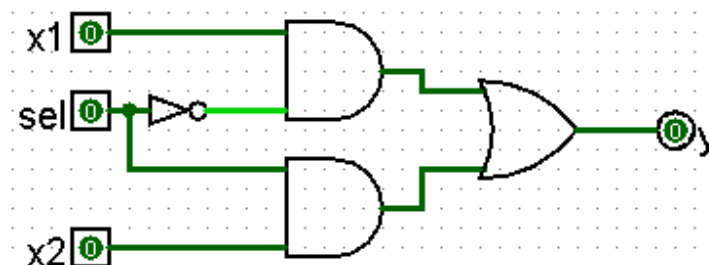

Figura 6 – Crearea circuitului intern al modulului simplu.
**Pasul 4.** Se va crea în Logisim funcția logică a multiplexorului 2 la 1 pe 1 bit ca în figura 6.